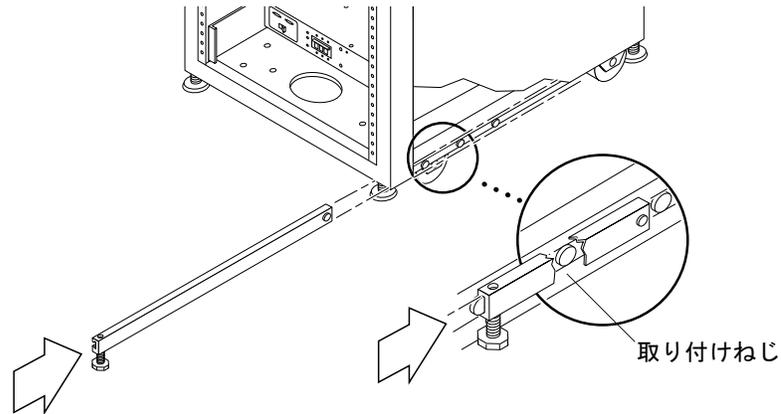

図 2-3 右の安定脚の取り付け
2. 記憶装置システムの底にある3つの取り付けねじを覆うようにして、右の安定脚をスライドさせます (図 2-3)。